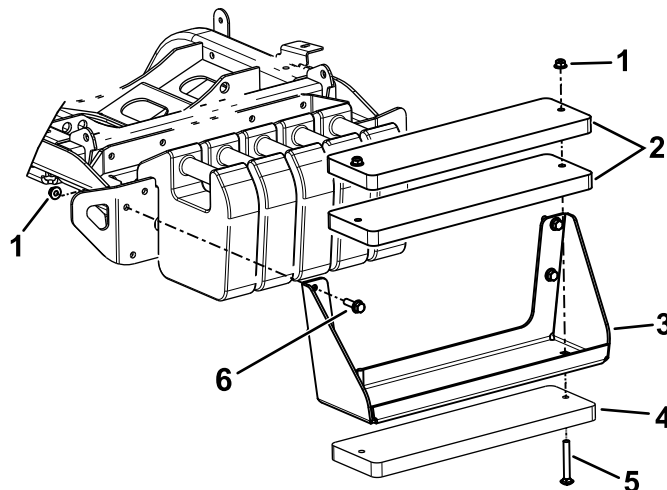

Figura 22
Notă: Consultați Figura 22 pentru acești pași.
- A. Utilizați uruburile ($\frac{3}{8} \times 4"$) i piulie ($\frac{3}{8}"$) pentru a fixa cele 3 greutate la suport (Figura 22).
- B. Utilizați uruburile i piuliile cu cap hexagonal (incluse în set) pentru a fixa suportul de greutate la maină (Figura 22).
- A. Îndepărtați suportul pentru greutate de la maină (Figura 22).
- C. Utilizați uruburile ($\frac{3}{8} \times 4"$) i piulie ($\frac{3}{8}"$) pentru a fixa cele 3 greutate la suport (Figura 22).
- D. Utilizați elementele îndepărtate anterior pentru a fixa la maină suportul pentru greutate (Figura 22).